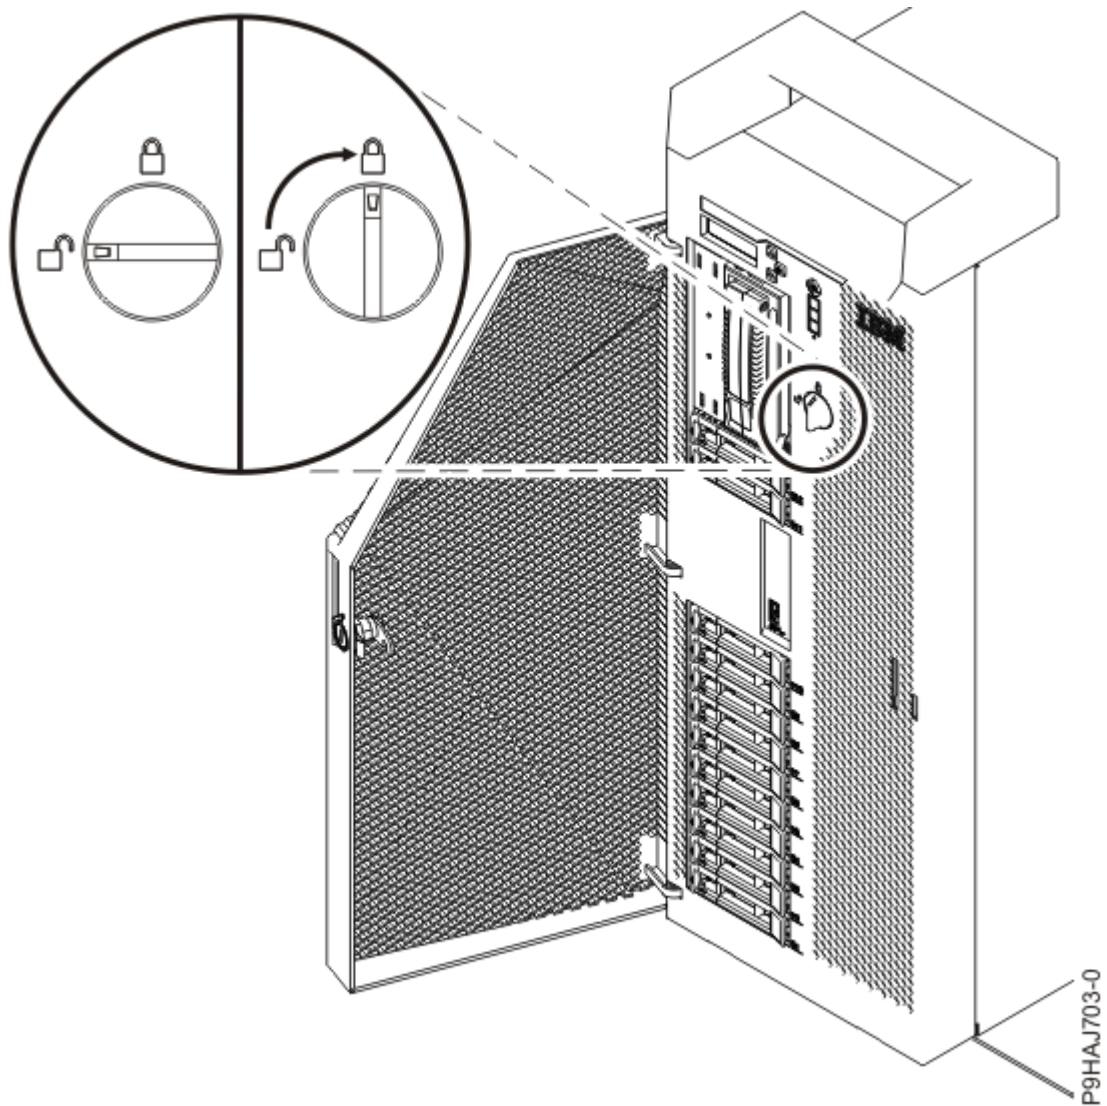

Abbildung 37. Vordere Abdeckungsverriegelung schließen
- d) Drehen Sie die Abdeckungsverriegelung nach rechts (im Uhrzeigersinn), um die Abdeckung zu entsperren (siehe Abbildung 37 auf Seite 39).